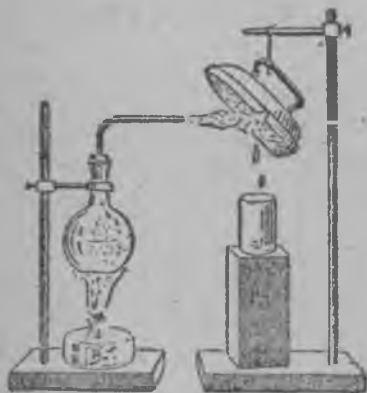

Рис. 207. Хōурūн конденсация.
37. Хбурүн конденсация. Если вези хбурү струя тўбндия вилух предмиэттәх (рис. 207), то хбурү мууттуу веекси. Хбурүн жидкостикиси мууттумиста санотах хбурүн конденсациякиси.